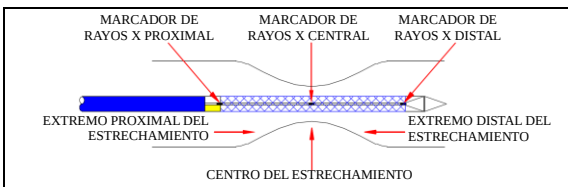

Figura 4
- d) Cuando el marcador de rayos X central alcance el centro del estrechamiento a tratar, continúe tirando el conector hacia atrás hasta que el stent se haya desplegado por completo. (Observe la figura 4, 5)
- d) Cuando el marcador de rayos X central alcance el centro del estrechamiento a tratar, continúe tirando el conector hacia atrás hasta que el stent se haya desplegado por completo. (Observe la figura 4, 6)